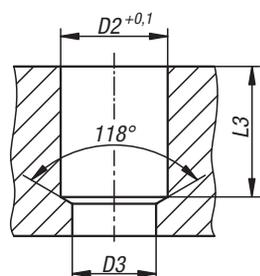

Abb.2
- Rispettare le dimensioni della foratura a gradini D2/D3 secondo la scheda tecnica (Fig. 2)
- Tolleranza foro D2 = $+0,1$ mm (Fig. 2)